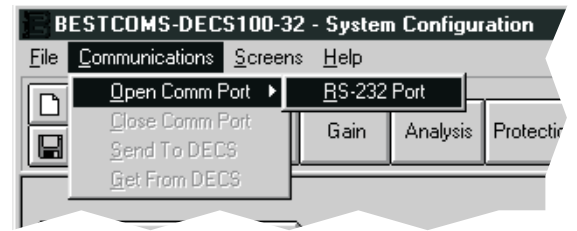

Figure 5-2. Selection du menu Port de Communication
- Figure 5-2. Sélection du Menu Port de Communication5-2